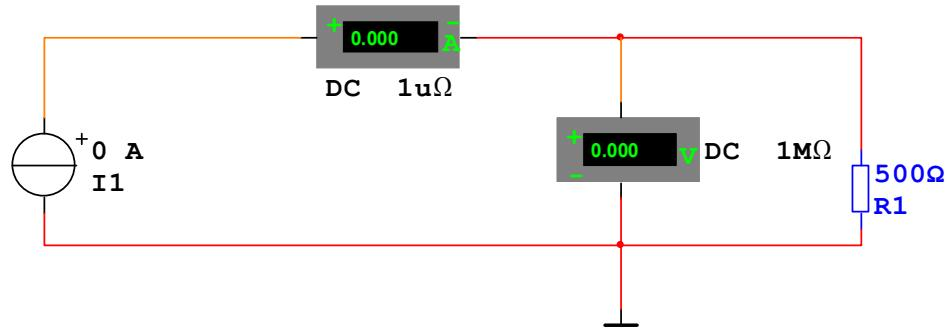

Рис. 1.2.
1.2.5. Соберите схему для проверки закона Ома с генератором тока, приведенную на рис.1.2. Сопротивление резистора **R1** установите 500 Ом.
1.3.2. По результатам измерений пп.1.2.9 – 1.2.12., используя закон Ома для участка цепи с конденсатором для схемы на рис.1.2, рассчитайте экспериментальные значения емкостного сопротивления конденсатора $X_{c9} = U/I$ (Ом), где U – напряжение на конденсаторе в В, I – ток через конденсатор в А, и сравните эти значения с рассчитанными по формуле $X_{cp} = 1/(2\pi fC)$, f – частота переменного напряжения в Гц, C – емкость конденсатора в Ф. Сделайте выводы о зависимости емкостного сопротивления конденсатора от частоты.